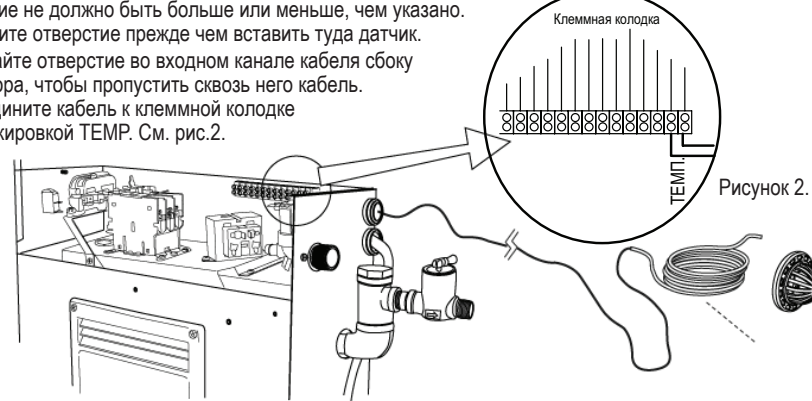

Рисунок 2.
3. Проделайте отверстие во входном канале кабеля сбоку генератора, чтобы пропустить сквозь него кабель. Подсоедините кабель к клеммной колодке под маркировкой TEMP. См. рис.2.